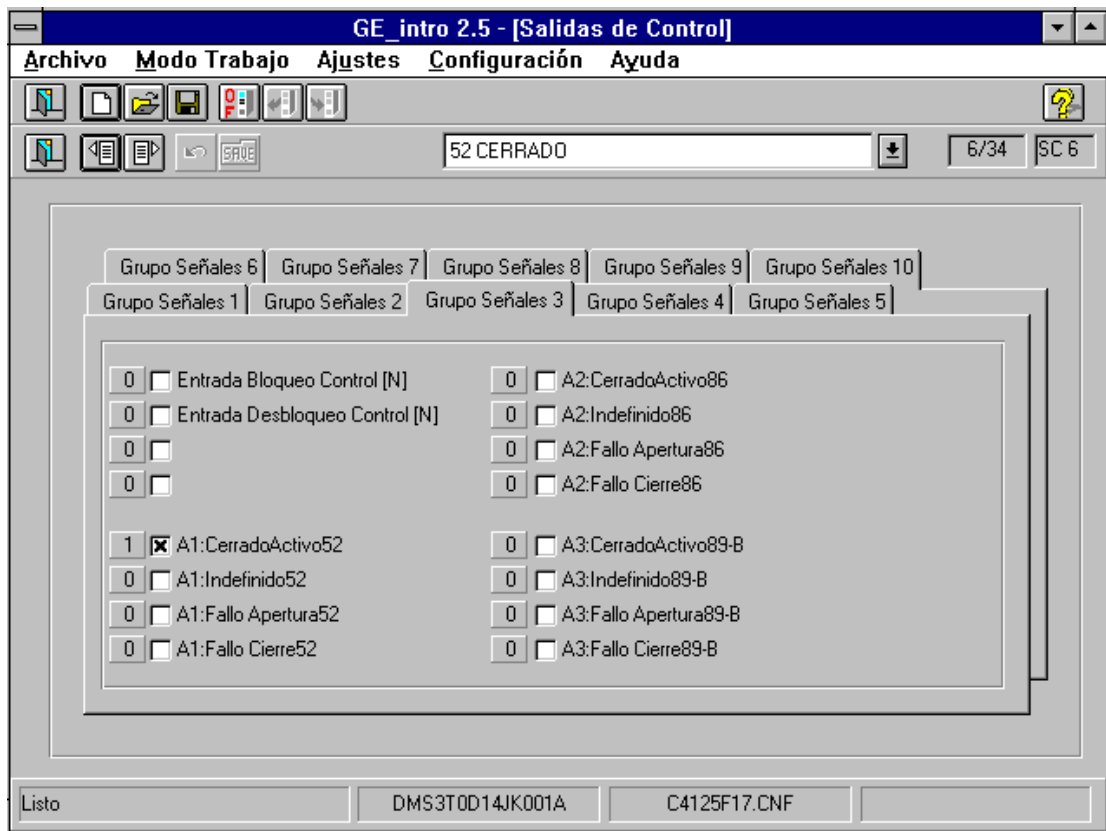

Figure 30. Assignment des Sorties.
L'exemple de la Figure 30 sert à expliquer comment configurer ce groupe de réglages. Dans ce cas la sortie s'active lorsque l'interrupteur (52) est fermé:
- Le texte "A1:FerméActif52" correspond au "Signal de Contrôle" choisi. Dans ce cas il se réfère à l'état fermé ou actif de l'appareillage 1 (que l'utilisateur a configuré comme interrupteur (52)).